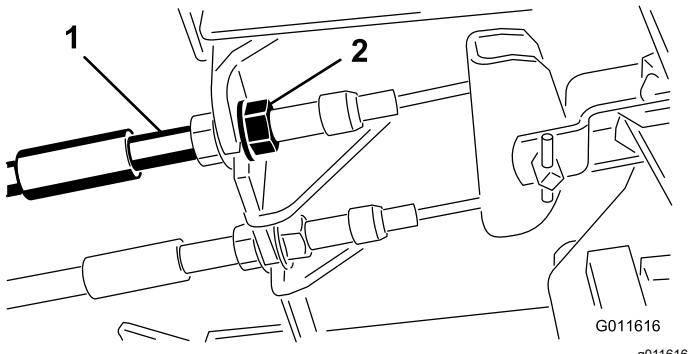

Figure 83
- Pour réduire la garde aux pédales de frein, serrez les freins en desserrant l'écrou avant sur l'extrémité filetée du câble de frein (Figure 83).